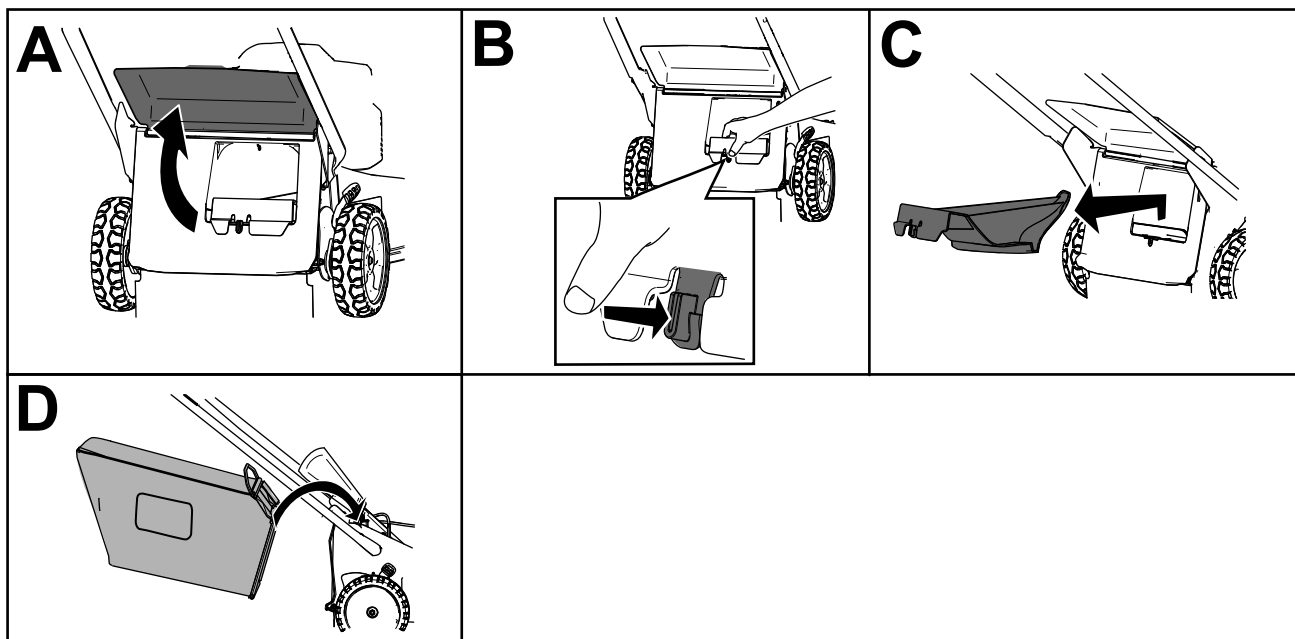

Figura 15
2. Levante y sujete el deflector trasero (Figura 15, A).
3. Retire el tapón de descarga trasera presionando el enganche hacia dentro con el dedo pulgar y extrayendo el tapón de la máquina (Figura 15, B y C).
4. Inserte los extremos de la varilla del recogedor en las muescas de la base del manillar, y mueva el recogedor hacia adelante y hacia atrás para verificar que los extremos de la varilla están asentados en el fondo de cada muesca (Figura 15, D).
3. Retire la varilla del recogedor de las muescas de la base del manillar (Figura 15, A).
4. Instale el tapón de descarga (Figura 15, B).
5. Baje el deflector trasero (Figura 15, C).